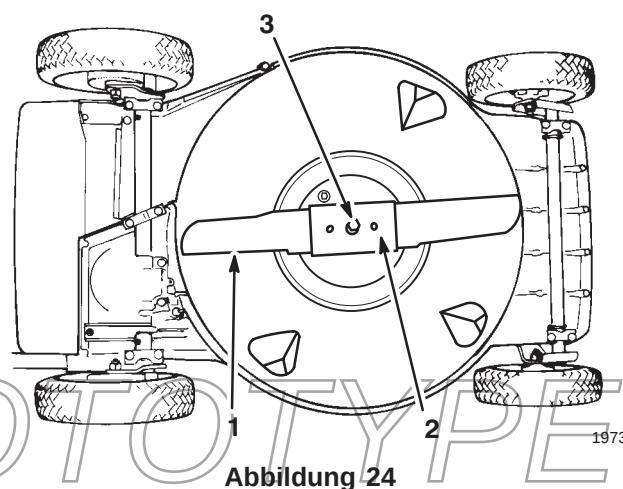

Abbildung 24
3. Den Mäher auf die linke Seite kippen (Abb. 24). Drehen des Mähmessers vermeiden, da das zu Startproblemen führen könnte.
5. **SCHNITTMESSERAUSBAU**—Das Ende des Schnitmessers mit einem Lappen oder einem dick gepolsterten Handschuh greifen. Entfernen Sie Messerbolzen, Fächerscheibe, Messerverstärker und Messer (Abb. 24).